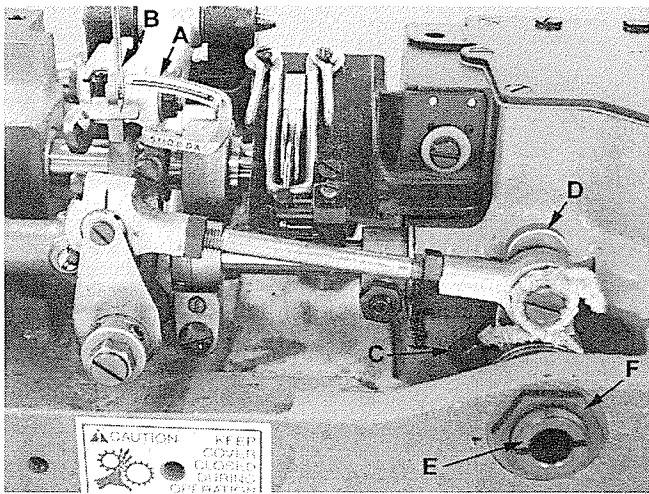
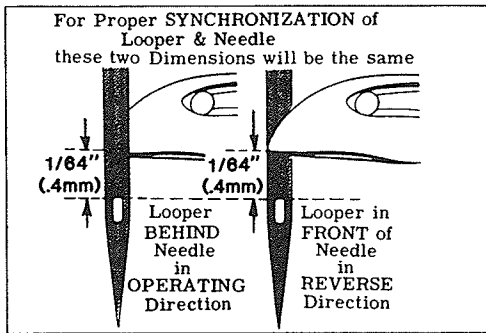

Fig 4
Fig 4A
Gire el volante en sentido de operación hasta que la punta del looper (A, Fig. 4), moviéndose hacia la izquierda, se encuentre al ras con el lado izquierdo de la aguja. Recuerde la altura del ojo de la aguja en referencia a la punta del looper (vea Fig. 4A). Gire el volante en dirección reversa hasta que la punta del looper moviéndose otra vez hacia la izquierda se encuentre al ras con el lado izquierdo de la aguja (vea Fig. 4A). Si la distancia del ojo de la aguja a la punta del looper es la misma, los movimientos del looper y de la aguja están sincronizados – una variación de .005 pulgadas (.127 mm) es aceptable. Si la distancia desde el ojo de la aguja a la punta del looper es mayor cuando se gira el volante en sentido de la operación, hay que mover el eje de la palanca del accionamiento del looper suavemente hacia atrás. Moviendo el eje hacia delante tiene efecto contrario.
NOTA: La medida de 1/64 pulgadas (.4 mm) indicada en la Fig. 4 es para el ajuste definitivo de la altura de la barra de la aguja.
Suelte el tornillo (C, Fig. 4) en el eje (D) del accionamiento del looper. Tiene que fijar un perno con una rosca .146-40 o un tornillo UNION SPECIAL No. 22870 A en el eje del accionamiento del looper a través del centro del tornillo (E) para el ajuste del avance del looper. Dándole suaves golpes o halándolo se consigue la sincronización adecuada del eje. Apriete el tornillo (C) otra vez y remueva el perno o tornillo que utilizó para posicionar el eje.